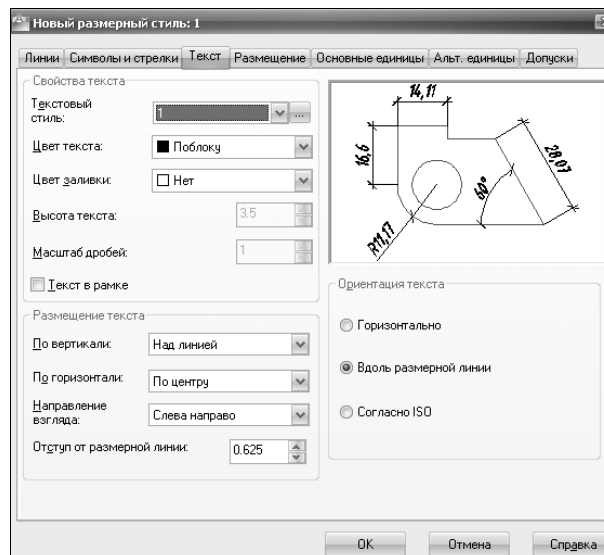

Рисунок 28 – Диалоговое окно «Новый размерный стиль»,
– Вкладка «Текст» выбрать ранее созданный стиль текста, его расположение и выравнивание относительно размерной линии (рис. 28).